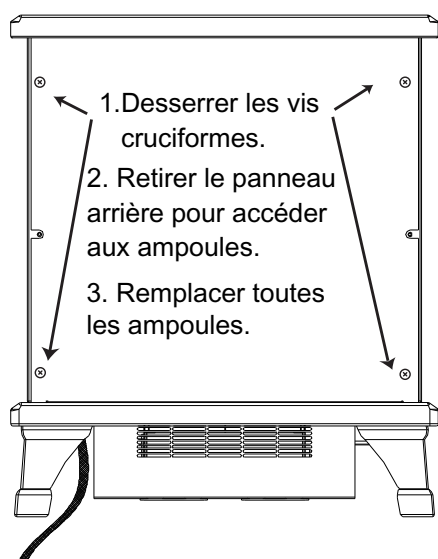

Fig. 4
3. Desserrer les vis qui permettent de fixer le panneau arrière du poêle sur le corps principal du poêle (voir la figure 4).